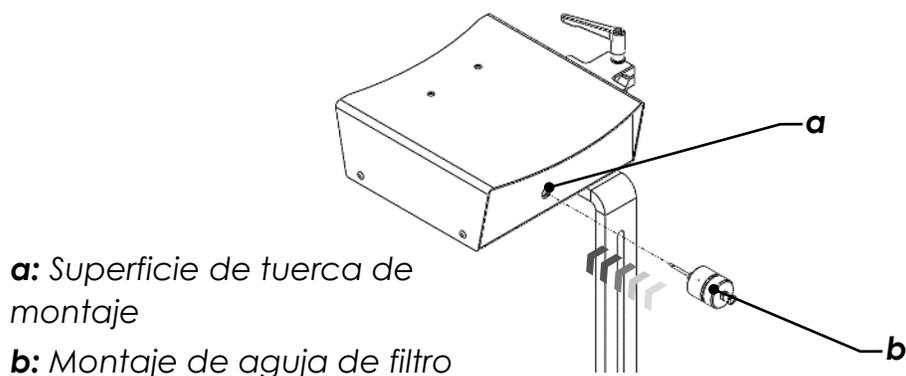

Figura 11
- Sujete el ensamblaje de la aguja de filtro en la tuerca diseñada en el sistema de tinta (vea la Figura 11).
- Destornille la tapa del tubo de plástico situada en la parte trasera del cabezal de tinta (vea la Figura 11).